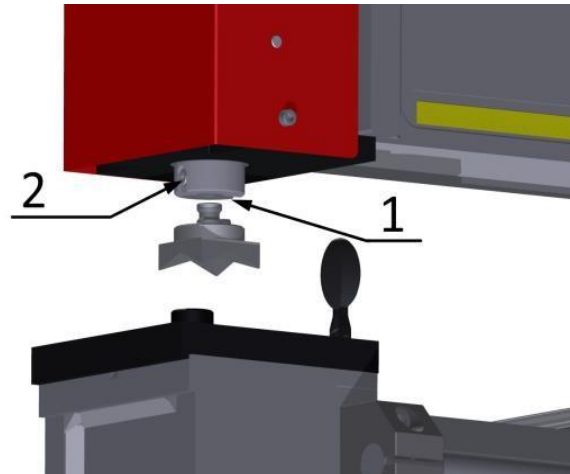

Рис. 1
- a) У гніздо поршня вставити штамп, звертаючи увагу на правильне положення встановлювального штифта (1). Після встановлення штампа в гнізді поршня затягнути штамп (2) включеною викруткою (рис. 1).